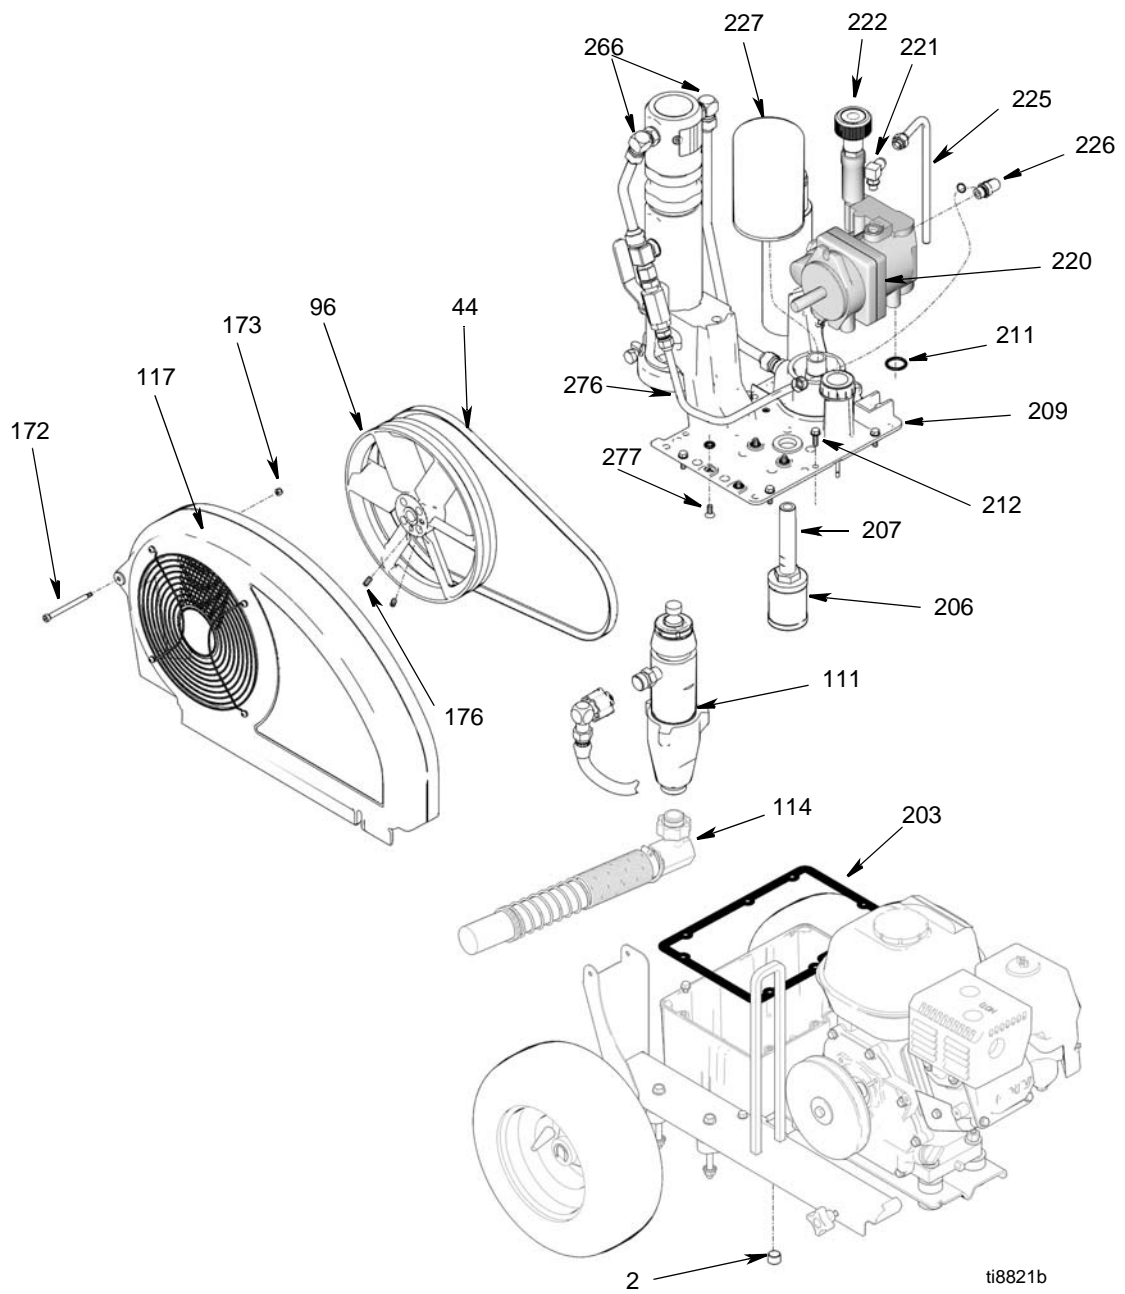

FIG. 2
3. Ta ut tappepluggen (2) og oljefilteret (227) og la den hydrauliske oljen renne ut.
4. Fig. 2. Kople fra sugerøret (114).
5. Kople fra pumpen (111), side 15.
6. Fjern skruen (172), mutteren (173) og reimbuskytteren (117).
7. Løft motoren og fjern reimen (44).
8. Fjern to stoppeskruer (176) og viftehjulet (96).
9. Fjern tapperøret (225).
10. Fjern rørkneet (221).
11. Ta røret (276) av rørkneet (226). Fjern rørkneet (226) fra den hydrauliske pumpen (220).
12. Fjern åtte skruer (212), reservoardekslet (209), filter-enheten (206) og pakningen (203).
13. Fjern fire skruer (277) og den hydrauliske pumpen (220) fra reservoardekslet (209).
1. Monter den hydrauliske pumpen (220) på reservoardekslet (209) med fire skruer (277) med et tiltrekningsmoment på 90-110 in-lb (10,1-12,4 N·m).
2. Monter pakningen (203) og reservoardekslet (209) med åtte skruer (212) med et tiltrekningsmoment på 110+/-5 in-lb (12,4 +/- 0,5 N·m).
3. Monter rørkneet (226) i den hydrauliske pumpen (220). Monter rørkneet (226) i røret (276). Bruk et tiltrekningsmoment på 25 ft-lb (33,9 N·m).
4. Monter rørkneet (221) med et tiltrekningsmoment på 15 ft-lb (20,3 N·m).
5. Monter tapperøret (225) med et tiltrekningsmoment på 15 ft-lb (20,3 N·m).
6. Monter viftehjulet (96) med to stoppeskruer (176).
7. Løft motoren og monter reimen (44).
8. Monter reimbuskytteren (117) med skruen (172) og mutteren (173).
9. Kople til pumpen (111), side 15.
10. Fig. 2. Kople til sugerøret (114).
11. Monter tappepluggen (2) med et tiltrekningsmoment på 110 in-lb (12,4 N·m). Monter oljefilteret (227) og trekk det til 3/4 omdreining etter at pakningen kontakter bunnen. Fyll den hydrauliske pumpen med Graco hydraulisk olje, side 6, gjennom kneåpningen (221) til den er full. Fyll reservoaret med resten av den hydrauliske oljen.